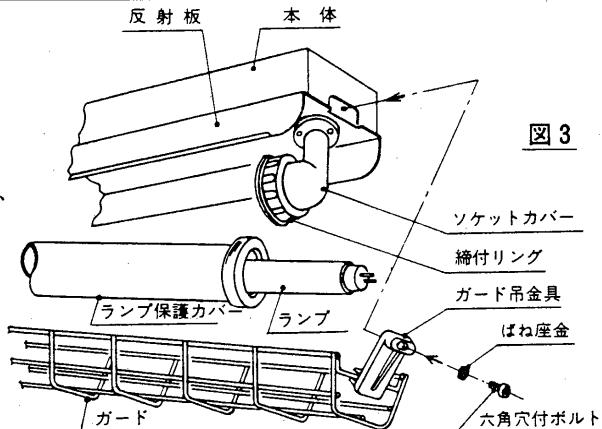

図 3
2. ガード吊下金具の六角穴付ボルトを付属の工具ではさして下さい。六角穴付ボルトは脱落防止構造になっておりませんので、なくさないようご注意ください。ガードは吊下紐で止まるまで傾斜させ、ソケットカバーの締付リングを回してランプ保護カバーよりはずし、ソケットカバーを外側に動かしランプのピンをソケットの接点よりはずし、図 3 のようにランプ保護カバーを下げランプを引出し、ランプを交換してください。